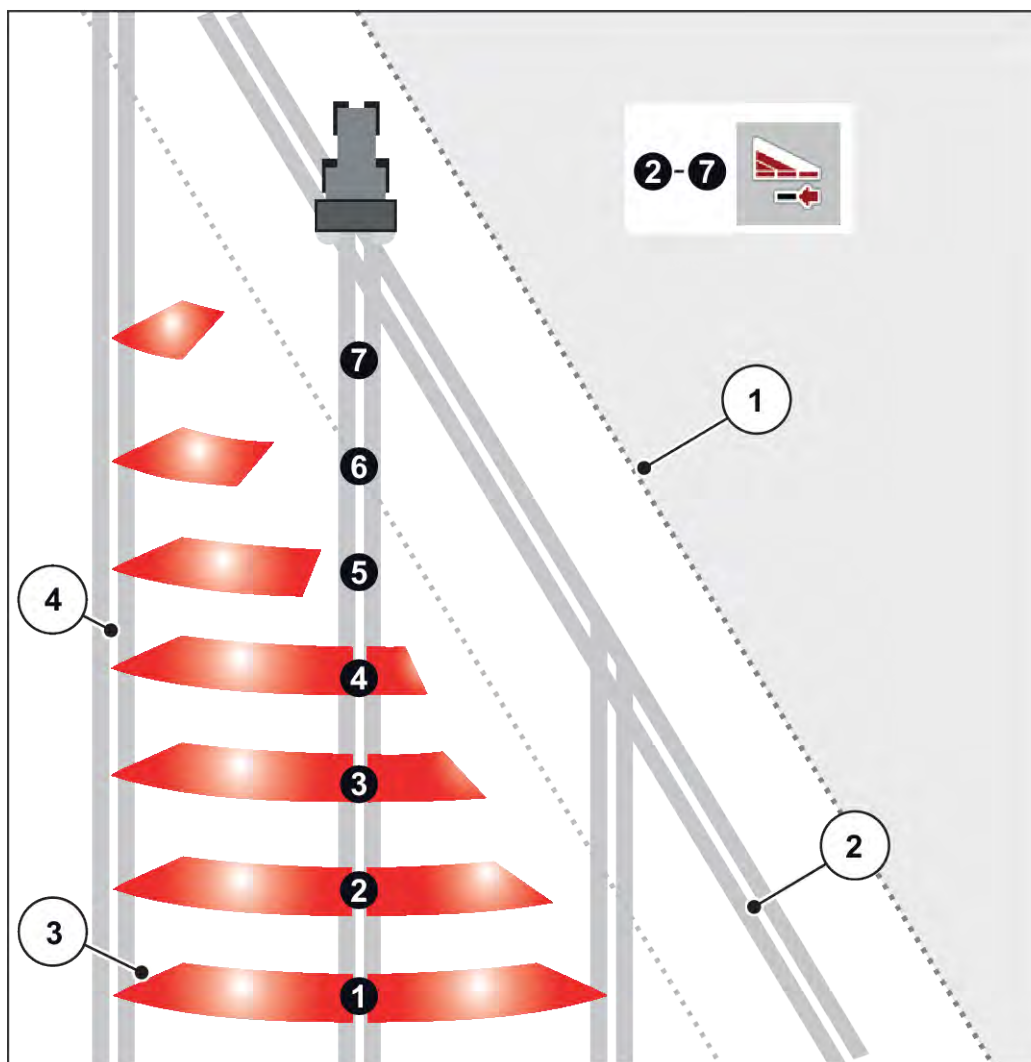

Fig. 45: Automatisk delbreddsomkoppling
- Delbreddsomkopplingen är möjlig utifrån och inåt eller inifrån och utåt. Se *Fig. 45 Automatisk delbreddsomkoppling*